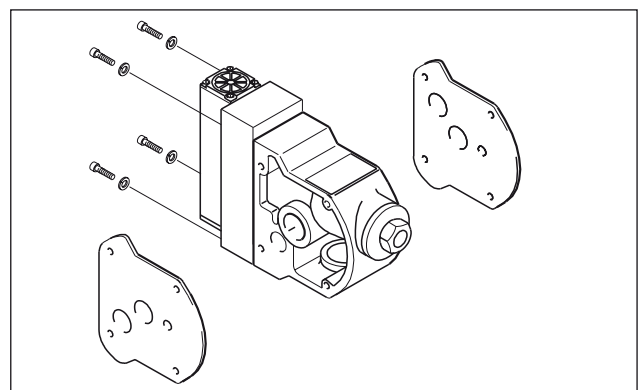

Abb. 19: Montage außenliegendes Steuerventil
- Die vier Befestigungsschrauben am Steuerblock lösen. Jetzt können Sie das gesamte Steuerventil einschließlich Pilotsteuerung herausziehen. Dies ist auch ohne die vorherige Demontage der Pumpe möglich (Abb. 19).